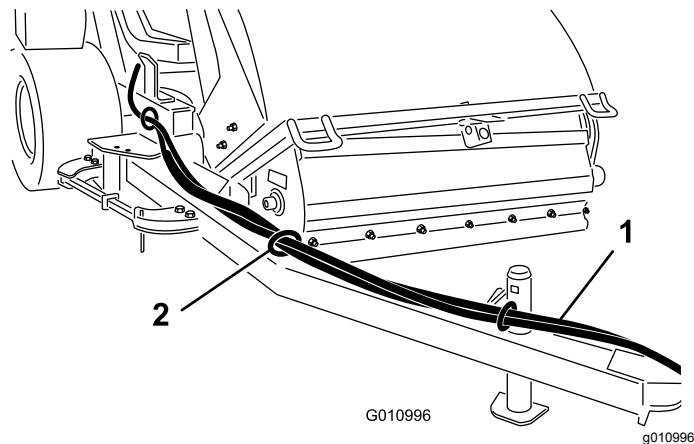

図 11
1. 油圧ホースとワイヤ・ハーネスをホース・ガイドに通してヒッチ・トングの前へ引き出す 図 11。